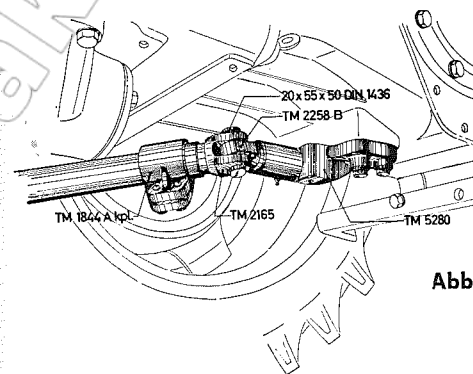

Abb. 6
5. Die am **hinteren Tragrohr** sitzende Gelenkgabel TM 2165 wird durch einen Bolzen 20×55×50 DIN 1436 mit dem Gelenkbolzen TM 2258 B im hinteren Lagerbock TM 5280 verbunden. Der Bolzen ist durch einen Splint zu sichern (Abb. 6).